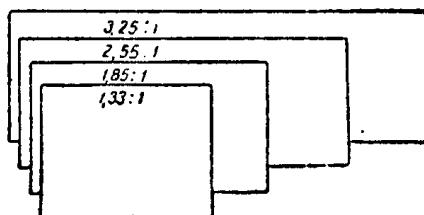

图2. 普通银幕和宽银幕的尺寸比例。
上面所說光綫透过透明体或被透明体吸收的情况，可以在图2中表示出来：
在图2中，圓片代表透明体（例如濾光鏡或电影膠片），小人儿画在圓片左面，表示它所代表的色光被这一透明体吸收；小人儿画在圓片右面，表示它所代表的色光已經透过这一
左面第一行的三层都是无色，白光通过的时候，沒有減去任何原色，所以映在銀幕上的也是白光（图2①）；在第二行，白光通过黃和品紅，被減去藍和綠，所以映出紅光（图2②）；在第三行，白光通过黃和青，被減去藍和紅，所以映出綠光（图2③）；在第四行，白光通过品紅和青，被減去綠和紅，所以映出藍光（图2④）；在第五行，白光通过黃、品紅、和青，三原色都被減去，所以映出黑色（图2⑤）。
幕的尺寸比例，就要采取 $1:1.85$ 到 $1:3.25$ 的数值（图2）。目前用得最普遍的是 $1:2.55$ 。